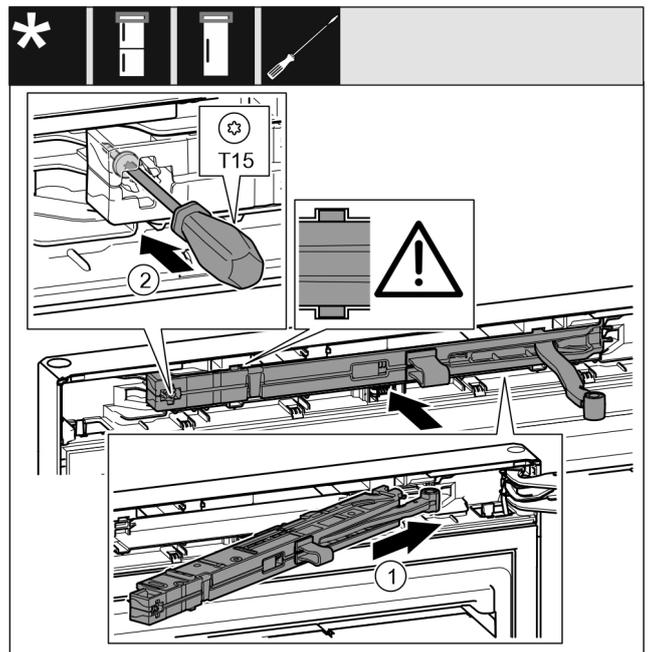

Fig. 49
- ▶ Introduzca la unidad de amortiguador de cierre en el lado del soporte de cojinete en posición inclinada en la escotadura hasta el tope. Fig. 49 (1)
- ▶ Apriete el tornillo con un destornillador T15. Fig. 49 (2)